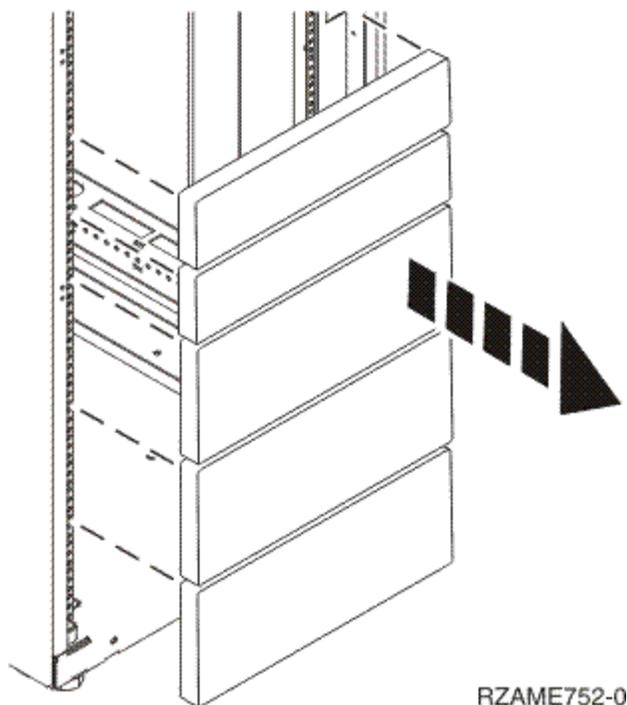

Рисунок 1. Снятие заглушек
3. При необходимости снимите заглушки для доступа внутрь стойки в том месте, где планируется установить блок (см. Рисунок 1 на стр. 6).